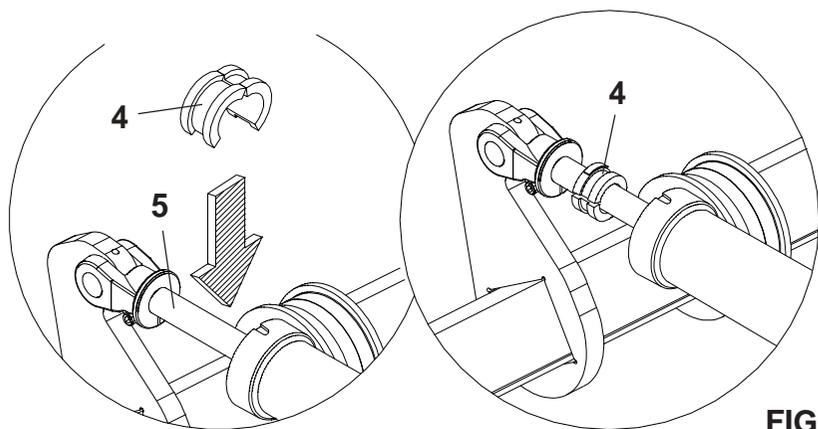

FIGURA 26
2 - Em seguida, antes de abaixar o cilindro hidráulico, coloque os anéis limitadores (4) nas hastes dos cilindro (5), isso evitará que o peso suspenso das linhas fique maior, **conforme mostra a figura 26.**